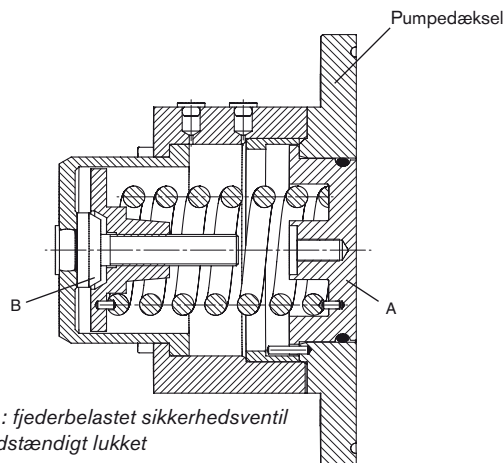

Fig 1 : fjederbelastet sikkerhedsventil
Fig. 1 og 2 viser den fjederbelastede sikkerhedsventils design. Ventilhovedet (A) er underlagt mediets tryk i rotorkassen på en side, og fjederens kraft på den anden side. Fjederen indvirker direkte på ventilhovedet.
Fig. 1 viser en fuldstændigt lukket sikkerhedsventil. Ventilhovedet (A) er på linie med den forreste flade af pumpedækslet. Ventilen er blevet justeret ved at spænde fjederen via dens indstillingsskrue (B).